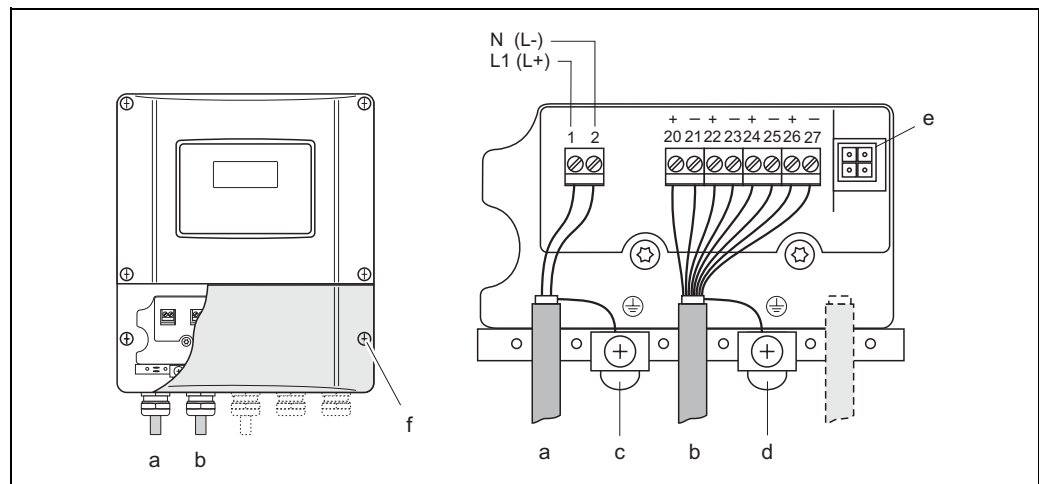

Fig. 23: Collegamento del trasmettitore (custodia per montaggio a parete); sezione del cavo: 2,5 mm2 (AWG 13) max.
- Schema elettrico (custodia per montaggio a parete)–Fig. 23